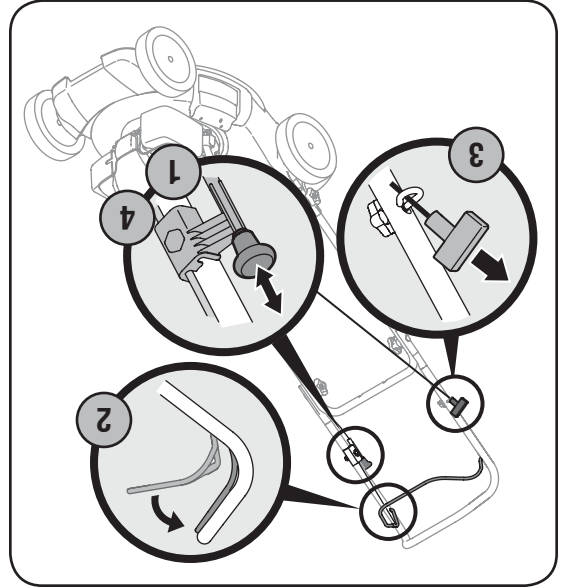

Figure 4-2
2. Placez-vous derrière la tondeuse, appuyez sur la commande de la lame et maintenez-la contre le guidon supérieur. Voir la Figure 4-2.
4. Poussez le bouton du volet de départ quand le moteur est chaud. Voir la Figure 4-2.
1. Si équipé, tirez sur le bouton du volet de départ qui se trouve sur la gauche du guidon supérieur. Voir la Figure 4-2.